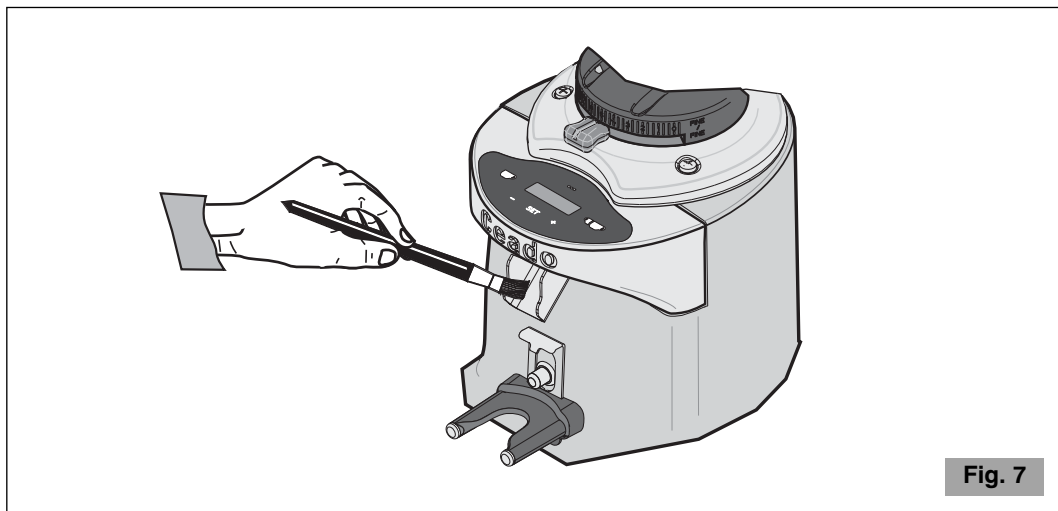

Fig. 7
- Utilizzare uno spazzolino o un pennello (Fig. 7) per pulire le zone più nascoste al suo interno e un panno asciutto per le altre superfici.